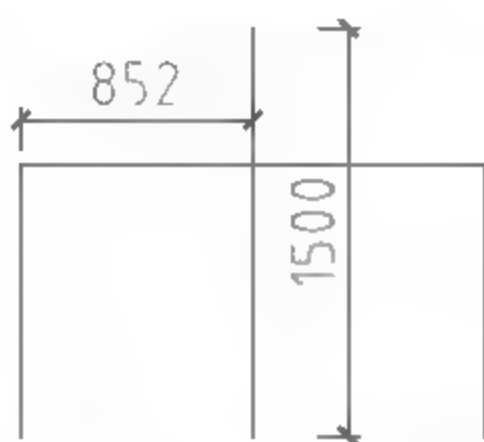

图8-57 绘制垂直线段
- 调用L【直线】命令，绘制垂直线段，结果如图8-57所示。